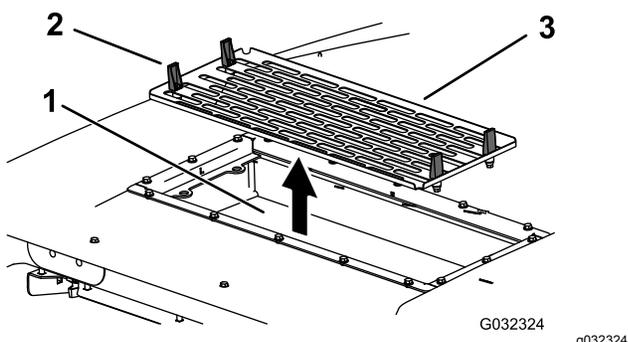

Рисунок 97
7. Установите воздушные фильтры, сетку и вентилятор в сборе (Рисунок 94, Рисунок 96 и Рисунок 97).